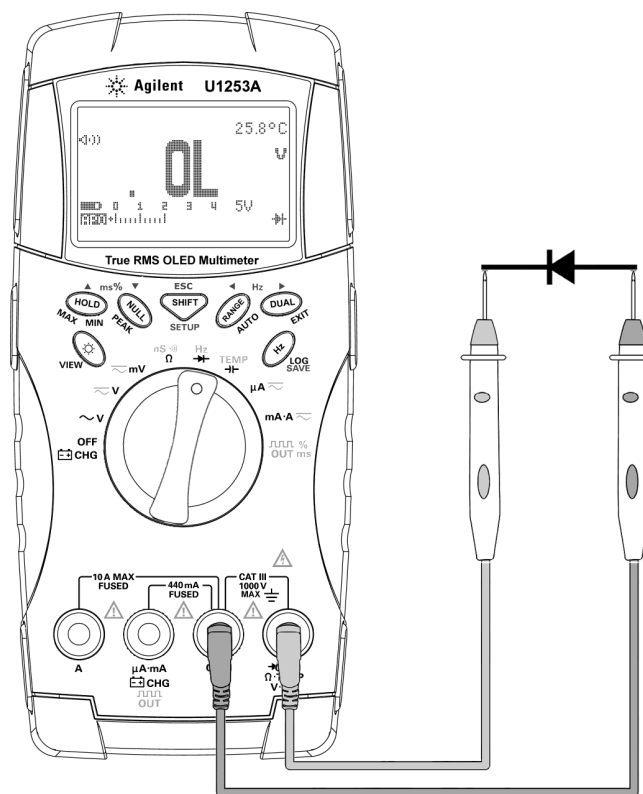

Figure 2-11 Mesure de la polarisation inverse d'une diode
- 5 Inversez les sondes et mesurez de nouveau la tension aux bornes de la diode (reportez-vous à la Figure 2-11 à la page 47). Évaluez la diode selon les critères suivants :